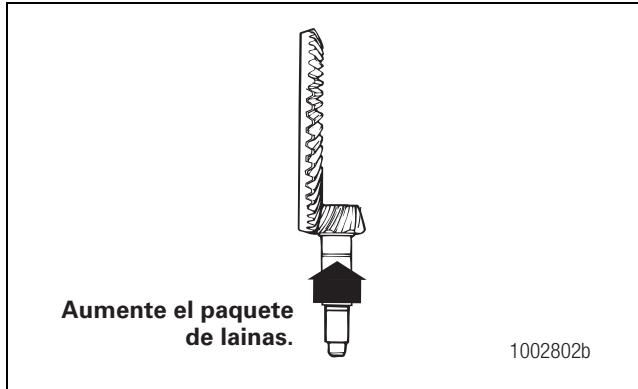

Figura 5.55
- **Para corregir un patrón de contacto alto:** Aumentar el espesor del paquete de lanas. Al aumentar el espesor del paquete de lanas, el piñón de mando se acercará a la corona. Figura 5.55.